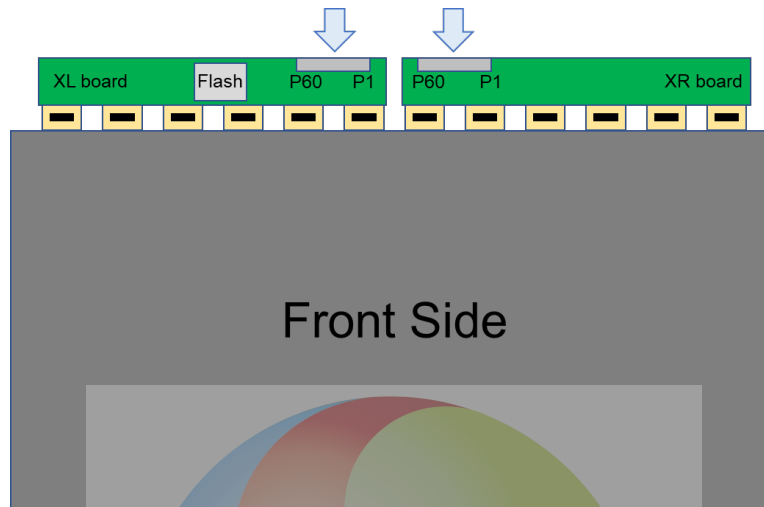

图 6 PIN 定义顺序示意图
- (3) a. 请在机芯板上将 LOCK 信号通过 4.7kΩ 电阻上拉到 3.3V
- (4) PIN 定义顺序如图 6 所示。